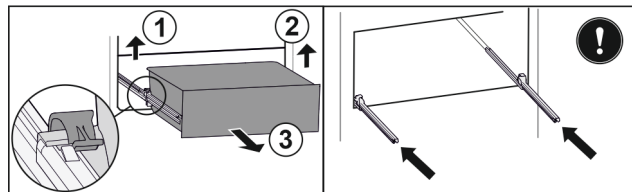

Fig. 144
- ▶ Podnieść lewy zacisk i wysunąć jednocześnie szufladę po lewej do przodu. Fig. 144 (1)
- ▶ Podnieść prawy zacisk i wysunąć jednocześnie szufladę po prawej do przodu. Fig. 144 (2)
- ▶ Wyjąć szufladę do przodu. Fig. 144 (3)